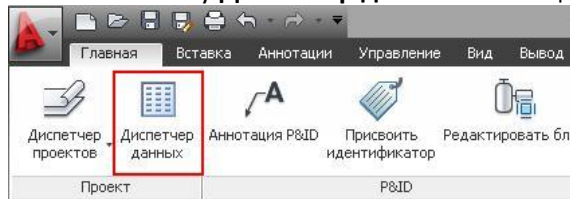

Рис. 29
- Нажмите кнопку **Диспетчер данных** на вкладке **Главная** ленты (Рис. 29).